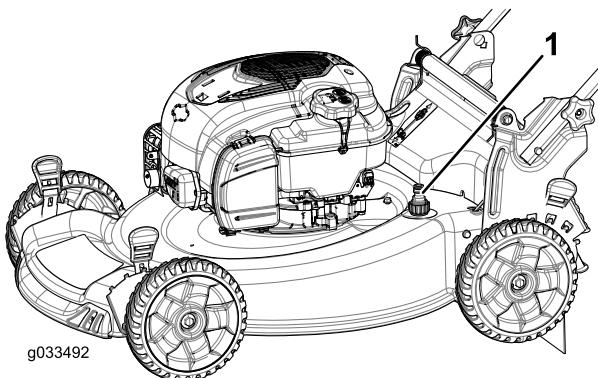

Рисунок 38
- Присоедините садовый шланг, подключенный к источнику воды, к отверстию для промывки в корпусе (Рисунок 38).